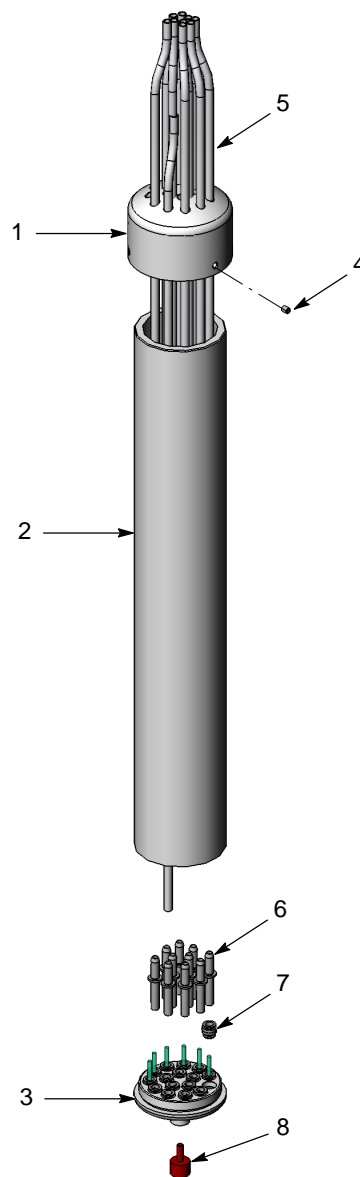

Рис. 2 Ремонт и детали узла ствола
Запчасти показаны на рис. 2.
1. См. рис. 2. Отсоединить порошковый шланг (5) от насоса Prodigy HDLV.
2. Ослабив три установочных винта (4), стянуть крышку (1) с корпуса (2). Сдвинуть крышку на несколько дюймов по установленным порошковым шлангам.
3. Отвернуть корпус от головки (3). Снять головку с корпуса, чтобы открыть доступ к переходникам шлангов (6).
5. Снять переходники (6) со шлангов, а затем вытянуть шланги из крышки и корпуса.
1. См. рис. 2. Продеть новый порошковый шланг через крышку и корпус.